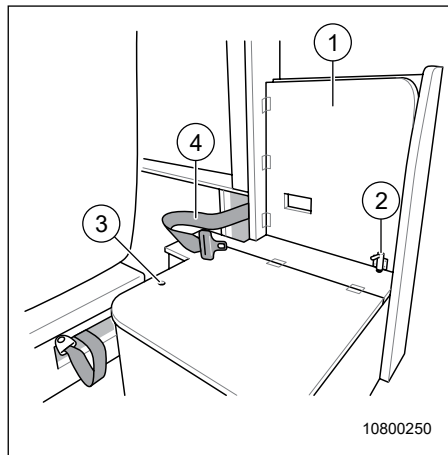
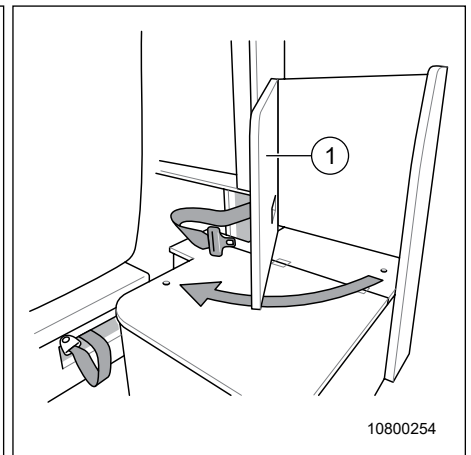

Fig. 20 Transformation 5. Siège
Fig. 21 Transformation 5. Préparation du siège
2. Tirer la ceinture de sécurité (Fig. 20, Pos. 4) hors de l'ouverture arrière.
3. Tirer le goujon (Fig. 20, Pos. 2) vers le haut et le maintenir ainsi.
4. Faire pivoter le dossier (Fig. 20 et Fig. 21, Pos. 1).
5. Enclencher le boulon (Fig. 20, Pos. 2) sur (Fig. 20, Pos. 3) .